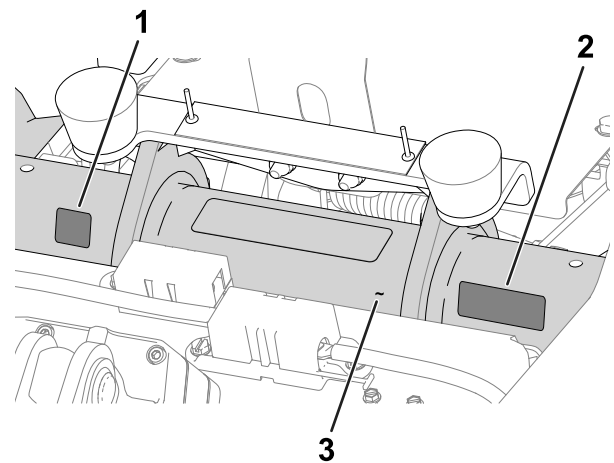

Figure 13
- **Autocollant de l'année de production et autocollant de marque de conformité CE :** apposez les autocollants sur le tube du cadre, sous le siège et la plaque du numéro de série ; voir Figure 13.